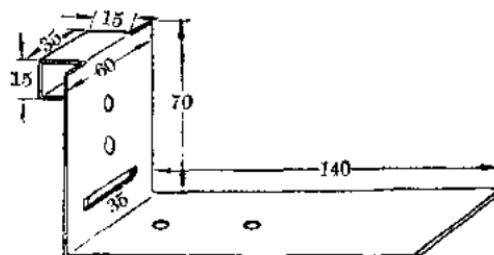

图 2
2. 小台钳右面部分（右虎口）：用宽 60 毫米，长 255 毫米铁皮按图示尺寸，弯成图 2 形状，同时，对应底座底板两个孔的位置，打两个孔以便铆上铆钉。在竖直的铁板下部离底部 7 毫米高处开一长 35 毫米，高 3 毫米狭长的缝，并在缝的上部一定位置在同一条竖直线上开两个小孔。